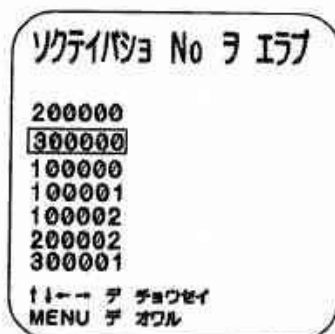

図19
7. 7. 1. 測定場所の選択は、図18を表示させたあと、 ソクテイバシヨ No ヲ エラフにカーソルを合わせSTARTキーを押してください。図19が表示されます。